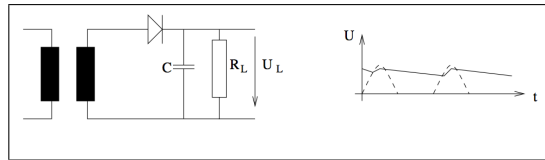

Abbildung 4.17: Halbwellengleichrichter
- Beim **Halbwellengleichrichter** wird nur eine der Halbwellen der Wechselspannung verwendet. Ein Kondensator wird auf die Spitzenspannung der Wechselspannung aufgeladen und sorgt dafür, dass auch in der Pause weiter Strom fließt. (Vgl. Abb. 4.17)